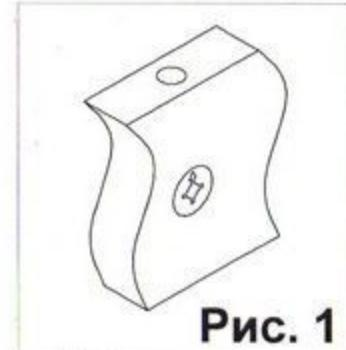

Рис. 1
1. Прибить подплатники (14) к деталям 4, 9 и 8 при помощи гвоздей. Закрутить дюбель (4) в муфты на деталях 2, 3, 8 (см. рис.2). Вставить стяжки-растекс (3) в детали 1, 5, 9 (см.рис.1). Забить шканты (1) в детали 1, 5, 7, 3, 9. Прикрутить направляющие (7) к боковинам 1 и 5 саморезами (5). Соединить боковины 1 и 5 с полкой 2.Фиксацию стяжек растекс (3) произвести путем поворота их по часовой стрелке.К полке 2 прикрутить опоры (16) саморезами (19).Присоединить к боковине 5 царгу 6 евровинтами (2). Установить полку 3 на боковины 1 и 5. Крепление произвести при помощи стяжек-растекс (3). Шкант (9) забить так, чтобы выступающая часть шканта составила примерно 20 мм. Присоединить к детали 4 полку 3 и царгу 6 евровинтами (2). Забить шканты (1) в деталь 7 и соединить ее с полкой 3. Вставить заглушку (18) в полку 3.
Взять стенку заднюю выдвижного ящика и забить в соответствующие отверстия шканты (1). Соединить боковины ящика с задней стенкой. Фиксацию производить при помощи евровинтов (6). Далее положить каркас ящика на заднюю стенку и забить шканты (1) в соответствующие торцевые отверстия на боковинах ящика, и вставить стяжки-растекс (15) (см.рис.1). После этого вставить дно ящика в пазы на каркасе ящика, таким образом, чтобы дно ящика вошло в паз на стенке задней ящика. Далее закрутить в переднюю панель ящика в имеющиеся муфты дюбеля стяжек-растекс (4). Соединить переднюю панель ящика с каркасом. Фиксацию произвести путем поворота стяжки (15) по часовой стрелке. Затем вставить ящик в каркас стола и прикрутить боковины ящиков к направляющим. Далее к передней панели прикрепить ручку (12). Аналогичным образом собрать остальные ящики.